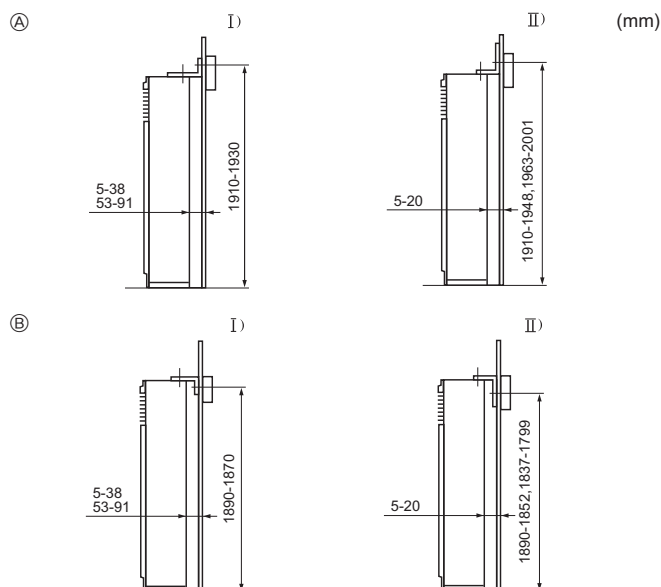

Fig. 3-3
- ① Soporte antibasculante
El soporte antibasculante ① se fija en la superficie superior de la unidad. Saque los tornillos ② y vuelva a colocar el soporte como muestra la ilustración. Con respecto a las distancias de instalación apropiadas, consulte la Fig. 3-3.
- ⓑ Extraiga el tornillo ① y tire de la rejilla hacia delante para extraerla.
3.3. Montaje del soporte antibasculante (Fig. 3-3)